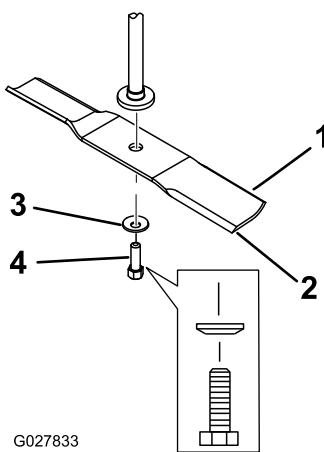

Figura 57
2. Retire del eje el perno de la cuchilla, la arandela curva y la cuchilla (Figura 57).
1. Instale la cuchilla en el eje (Figura 57).
2. Instale la arandela curva (con la copa hacia la cuchilla) y el perno de la cuchilla (Figura 57).